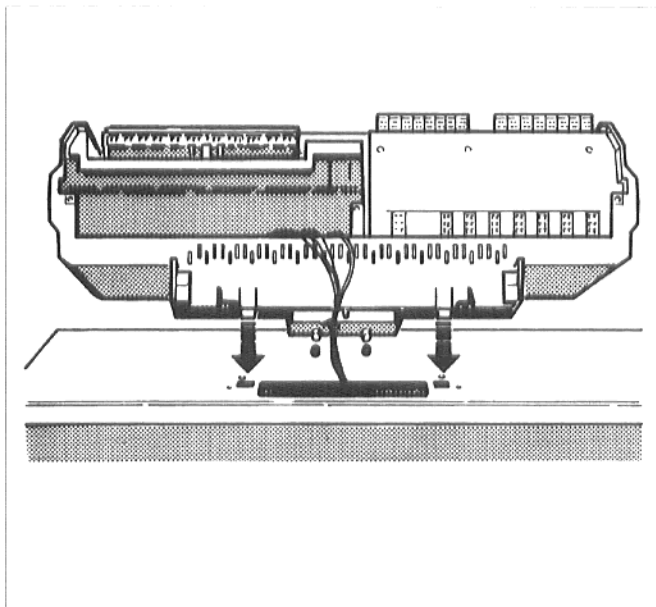

Рис. 8. Установка регулятора
- Насадить регулятор на передний колпак котла так, чтобы вставные крючки на нижней части регулятора вошли спереди в овальные отверстия (рис. 8).
Вставить капиллярные трубки датчиков температуры и, при "Ecomatic"-регулировании, трубопровод датчика температуры котельной воды, через отверстие в переднем колпаке котла (рис. 8).
- Тянуть регулятор в направлении вперед, и давить его при этом вниз, до тех пор, пока эластичные крючки не войдут в отверстия сзади (рис. 8).